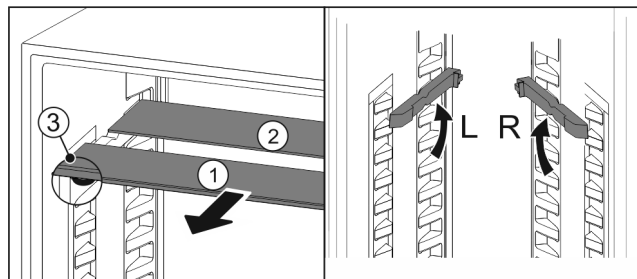

Fig. 74
- Sortir les tablettes par l'avant Fig. 74 (1).
- La tablette en verre Fig. 74 (1) avec bordure décorative est située à l'avant.
- Les butées Fig. 74 (3) sont orientées vers le bas.